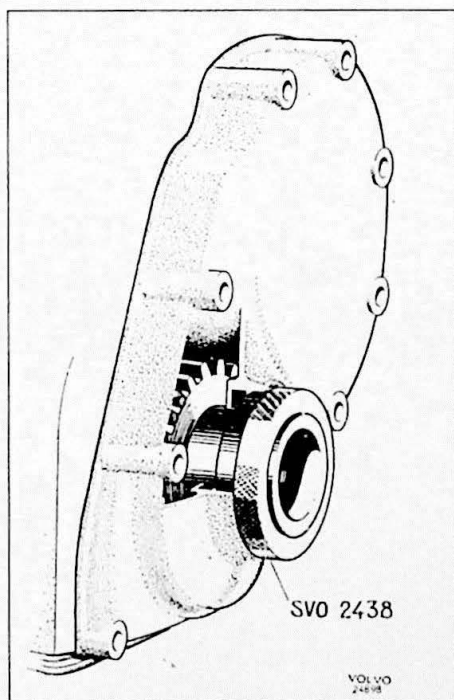

Fig. 2.36. Centreren van het distributiedeksel
6. Centreer het deksel met werktuig SVO 2438 (Fig. 2.36). Draai het werktuig terwijl de schroeven worden aangedraaid en corrigeer zonodig de plaatsing van het deksel, zodanig dat het werktuig niet vastloopt. Nadat alles is vastgedraaid controleer je of het werktuig nog kan worden rondgedraaid zonder vast te lopen.